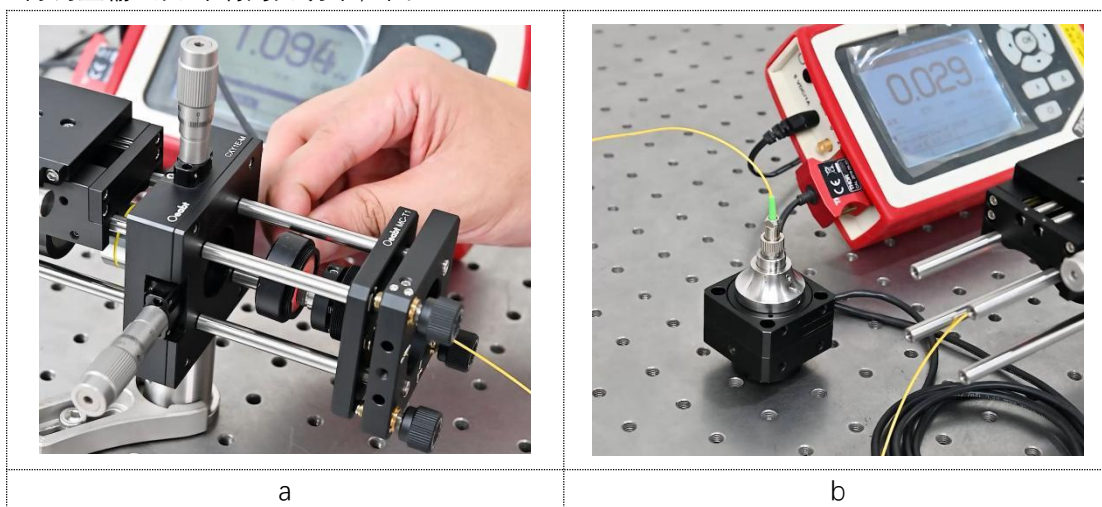

图 4-8
④、连接功率计监测，将探头放至物镜聚焦光斑处测量输入光功率，并记录，图 4-8-a；再测量输出光纤端的光功率，图 4-8-b。